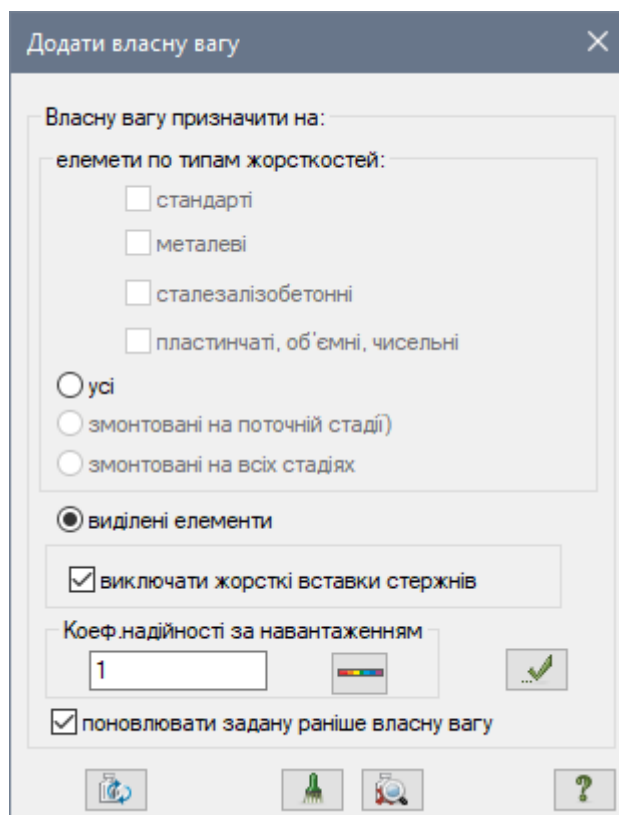

Рис. 10.16. Діалогове вікно **Додати власну вагу**
- Для задання навантаження від власної ваги елементів основи, натиснувши на кнопку – **Додати власну вагу** (панель **Навантаження** на вкладці **Створення та редагування**) відкрийте діалогове вікно **Додати власну вагу** (рис. 10.16).